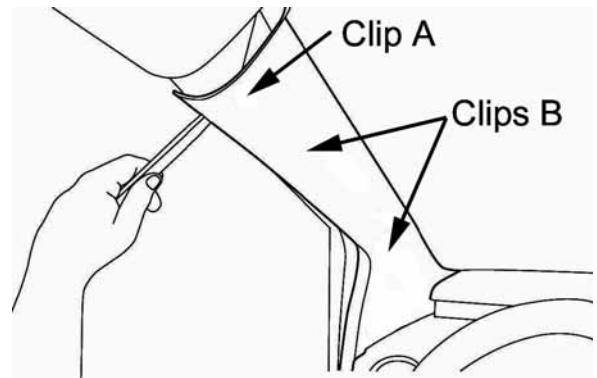

FIGURE 26
- 2.) USING A FIBER STICK DISENGAGE THE 3 RETAINING TABS. (SEE FIGURE 26)